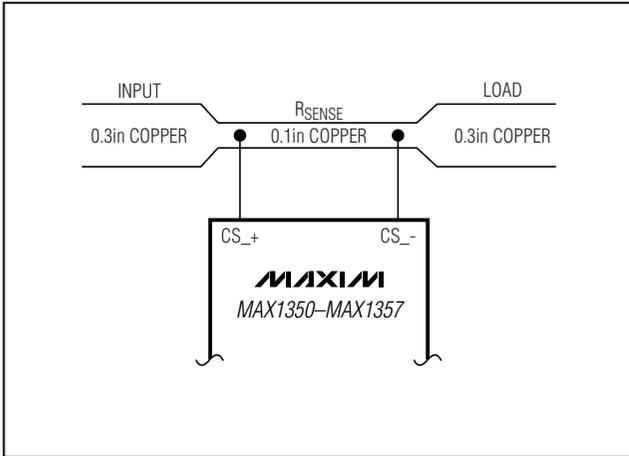
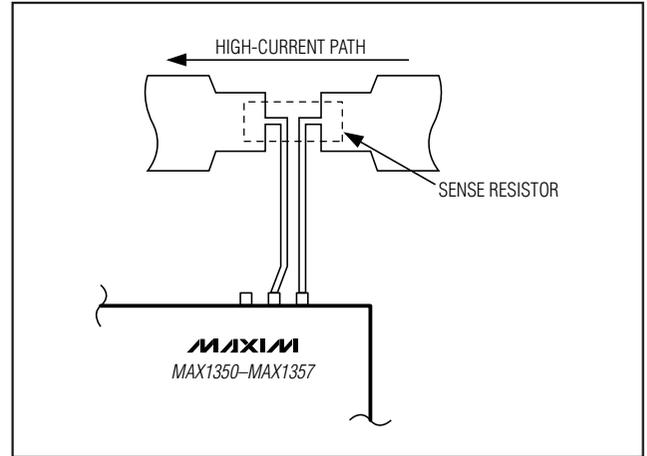

図3. プリント基板トレースによるRSENSE
図4. 検出抵抗用ケルビン接続
- 5) コスト：RSENSEのコストが問題の場合は、場合によっては図3に示すような代替ソリューションを使用することが推奨されます。このソリューションはプリント基板トレースを使用して検出抵抗を構築します。銅抵抗は精度が低いため、フルスケール電流値をポテンショメータによって調整する必要があります。また、銅の抵抗温度係数は相対的に高くなっています(約0.4%/°C)。
図3では、測定対象の負荷電流は、0.3インチ幅、2オンスの銅線トレースを使って10Aであると仮定します。0.1インチ幅、2オンス(厚さ70μm)の銅線の抵抗は30mΩ/フィートです。10Aの場合は、フルスケールでの50mVの降下に対してRSENSE = 5mΩを選択します。この抵抗には、0.1インチ幅、約2インチの銅線トレースが必要です。
MAX1350~MAX1357は、低い値の検出抵抗を使って大電流を測定することができます。この抵抗を並列接続すると、電流検出制限値をさらに拡大することができます(図3参照)。オプションとしてプリント基板トレースを広範囲にわたって調整することができます。トレース長を最短にして、ケルビン接続によって検出を高精度化します(図4参照)。